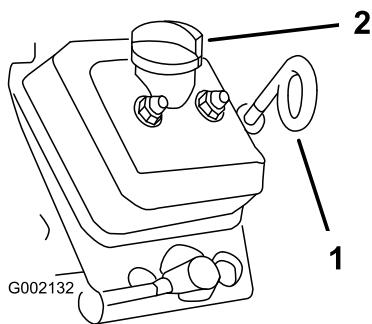

Figura 20
3. Usate un panno per pulire attorno all'asta di livello e al tappo di riempimento (Figura 20) in modo che la morchia non possa penetrare nel tubo dell'asta o nel collo del bocchettone e danneggiare il motore.
4. Estraiete l'asta di livello dell'olio e pulitene l'estremità (Figura 20).
5. Inserite a fondo nel tubo dell'asta l'asta di livello dell'olio (Figura 20).
8. Montate il tappo di riempimento; fate riferimento a Figura 20.
9. Rimontate l'asta di livello dell'olio e inseritela a fondo (Figura 20).